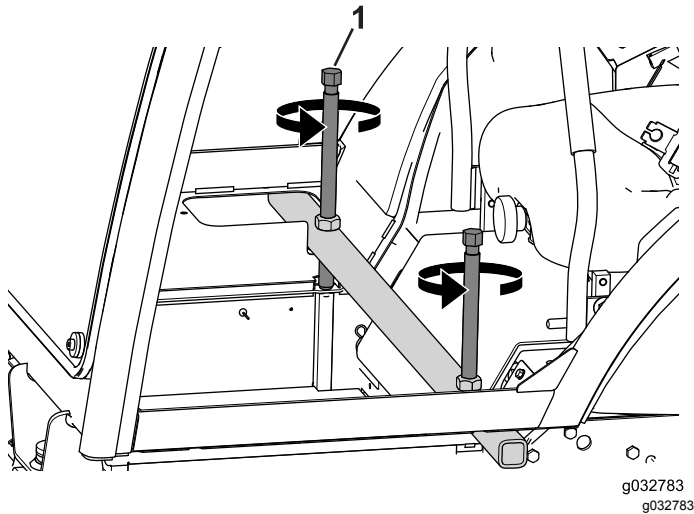

Figure 70
1. Tournez alternativement chaque vis de levage de quelques tours à la fois pour abaisser l'arrière de la cabine sur la machine (Figure 70).